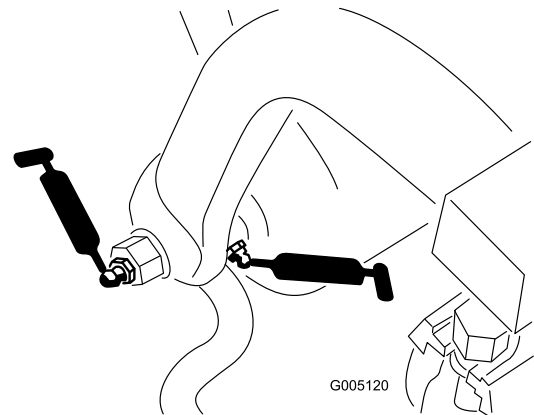

Figura 42
- Eixo e cilindro da estrutura de apoio (12) (Figura 42)